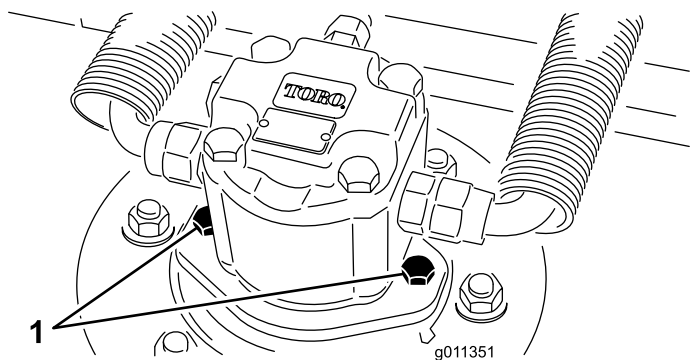

図 95
2. カッティングユニットから油圧モータを外す図 95。異物がつからないように、スピンドル上部にはカバーを掛けておく。
4. デッキに油圧モータを取り付ける 図 95。Oリングを忘れずに、また、損傷させないように注意して取り付ける。